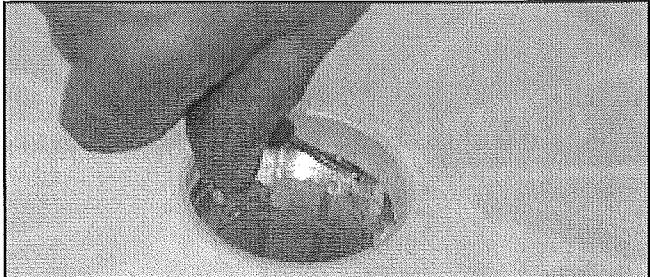

FIGURA 11
16. Limpie las áreas de alojamiento del rodamiento y del sello con un trapo. Revise el orificio de desagüe (asegúrese de que no esté obstruido). Vea la *Figura 11*.